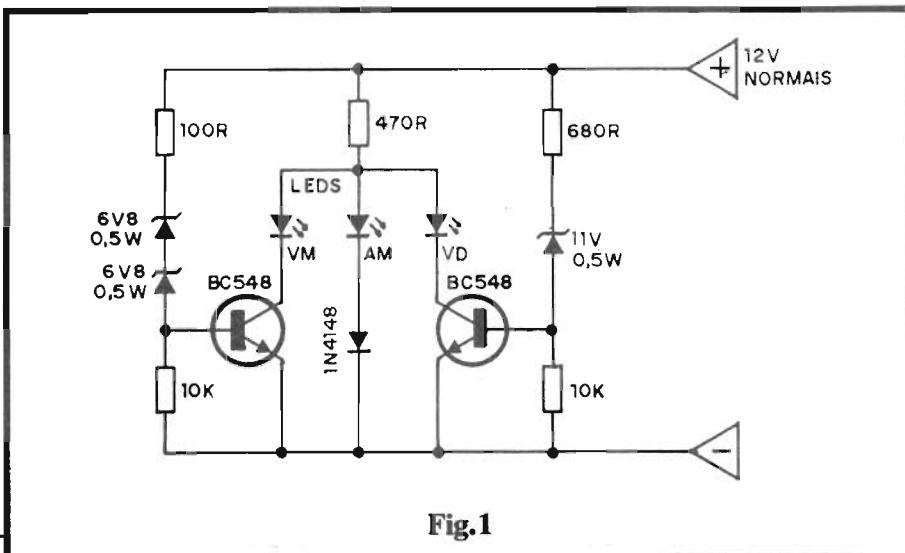
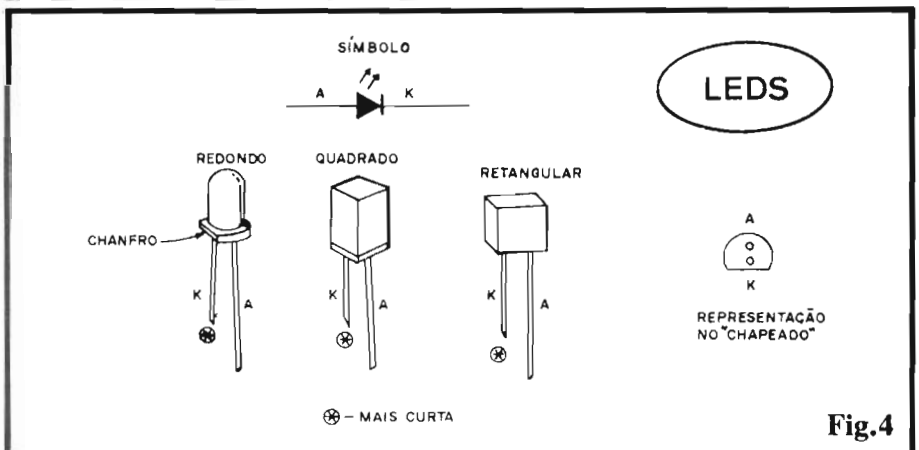

Fig.1
Fig.4
- FIG. 1 - O CIRCUITO - Aproveitando criteriosamente as características de dois transistores super-comuns (admitem diversas equivalências...) tipo BC548, diodos comuns e zener (estes com seus níveis de Tensão rigorosamente determinados...), além dos parâmetros de "queda de voltagem" dos próprios LEDs indicadores (vermelho, amarelo e verde...), um arranjo ao mesmo tempo elementar e preciso
- **FIG. 4 - OS LEDs (DETALHES & INFORMAÇÕES)** - Conforme "insinua" a LISTA DE PEÇAS, **nada** impede que o Leitor/Hobbysta criativo exerça seu gosto pessoal no **display**, realizando-o com LEDs redondos, quadrados, retangulares (ou em outros formatos disponíveis...), desde que - forçosamente - as **cores** sejam as indicadas (vermelho, amarelo, verde...). Nossa recomendação estética é que LEDs redondos, de 5 mm, sejam utilizados, porém reafirmamos: Vocês são "livres" para escolher os formatos... Um ponto, contudo, é fundamental: identificar previamente os terminais dos LEDs em função da sua colocação na placa (ver "chapeado" - fig. 3). De um modo geral, o terminal de **catodo** (K) é o **mais curto** dos dois que os LEDs apresentam... Outro indicativo válido: nos componentes redondos (e mesmo em alguns outros formatos, que - porém - apresentem base redonda...) é frequente que o terminal de **catodo** (K) seja identificado pela presença de um pequeno "chanfro" lateral... Todas essas indicações encontram-se claramente feitas na figura 4... Na ilustração, temos ainda o símbolo esquemático dos LEDs (rever fig. 1) e também a estilização geral adotada para representá-los no "chapeado" (válida para qualquer dos formatos...).